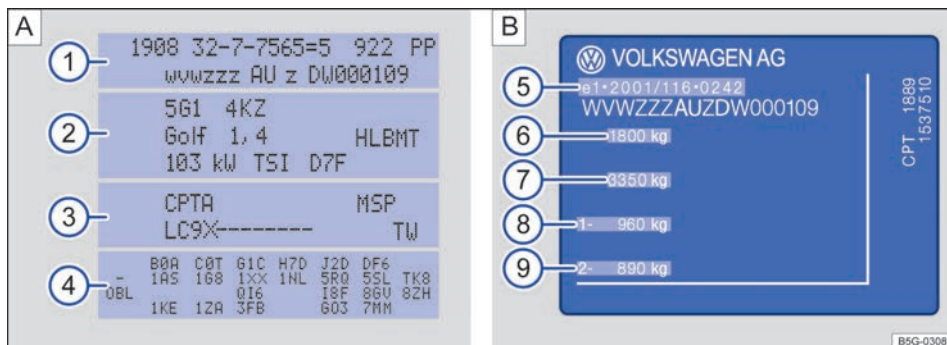

Fig. 321 **A** Portadatos del vehículo: en la figura, por ejemplo, con letras distintivas del motor CPTA **3**.
El portadatos del vehículo → fig. 321 A va pegado en la pared trasera del maletero, detrás del guarnecido, y en él figuran los siguientes datos:
- 3** Letras distintivas del motor y del cambio, referencia de la pintura, equipamiento interior. En el ejemplo, las letras distintivas del motor son "CPTA" → fig. 321.
La placa de modelo → fig. 321 B se encuentra en la parte inferior del montante de la puerta del conductor. Se ve abriendo esta puerta. Los vehículos destinados a determinados países no llevan placa de modelo.